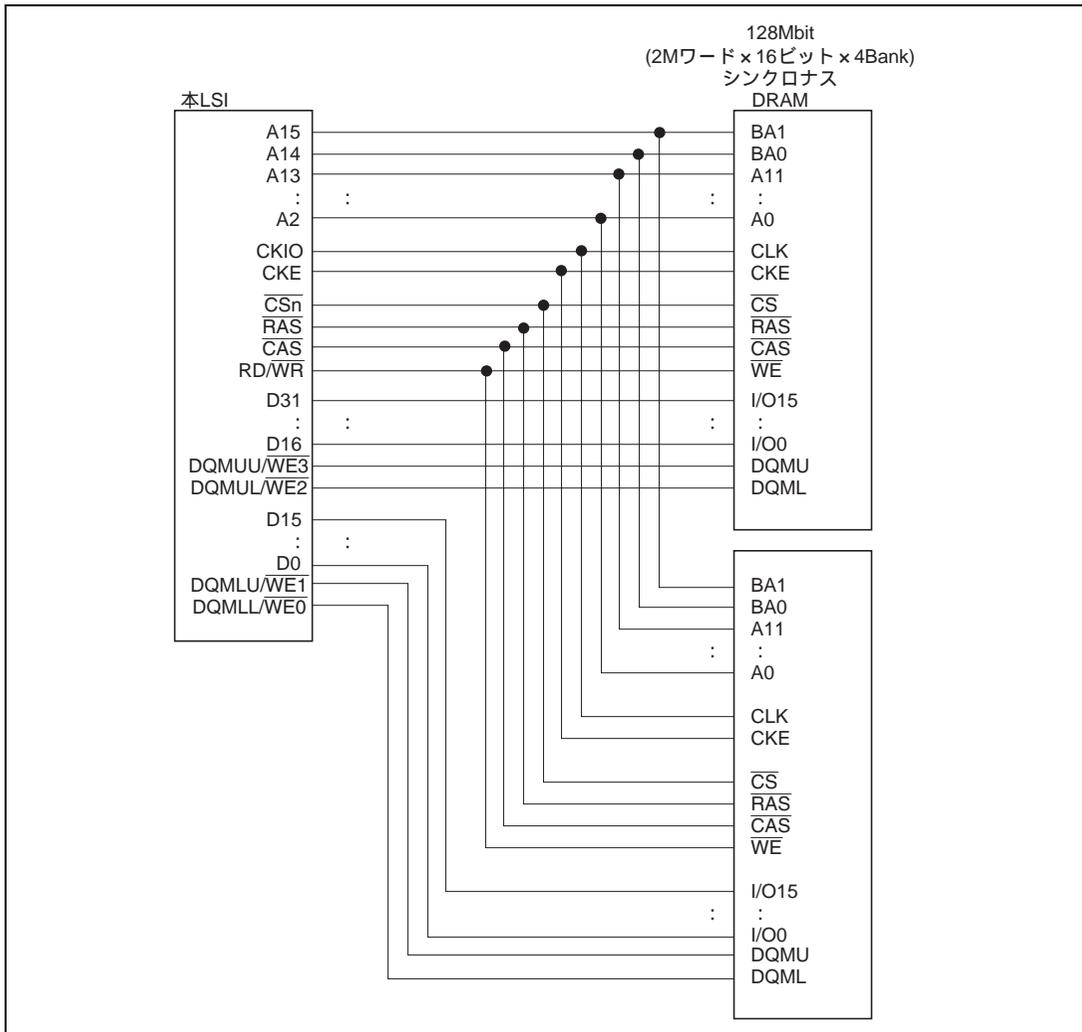

図 7.3 128M ビットシンクロナス DRAM (8M ワード×16 ビット品) との接続例
*4 128M ビット品 (8M×16 ビット) と接続する場合には、図 7.3 のように、32 ビット幅で接続してください。